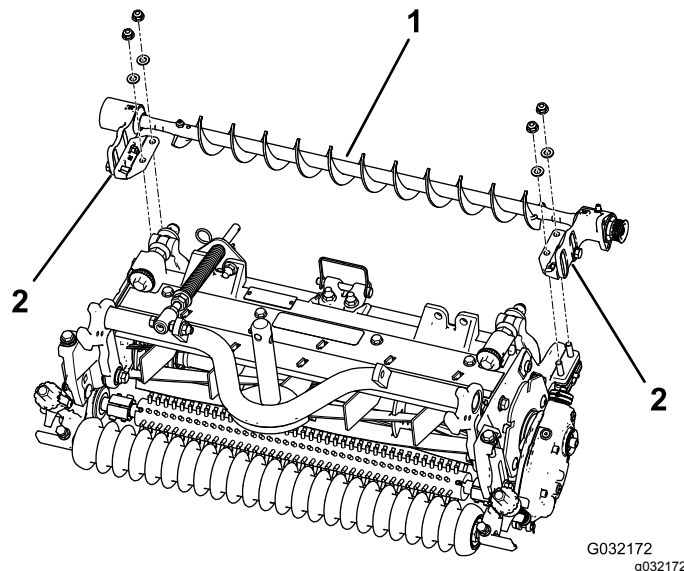

图4
5. 将左侧或右侧的滚筒刷组件安装支架固定到滚筒支架螺栓上 图4。